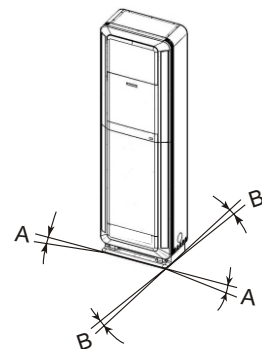

图2最大基础梯度
- (2) 确保基础平坦、水平并足够结实, 遵照图2所示基础最大梯度的规定。